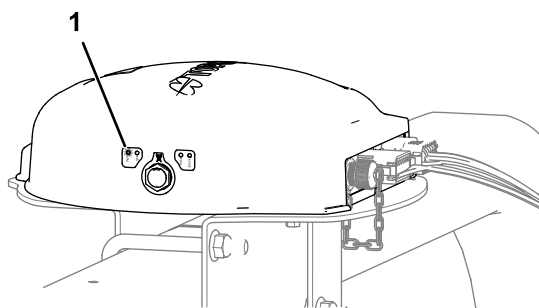

Рисунок 191
- Спутниковый приемник – загорается индикатор PWR (ПИТАНИЕ) (Рисунок 191)